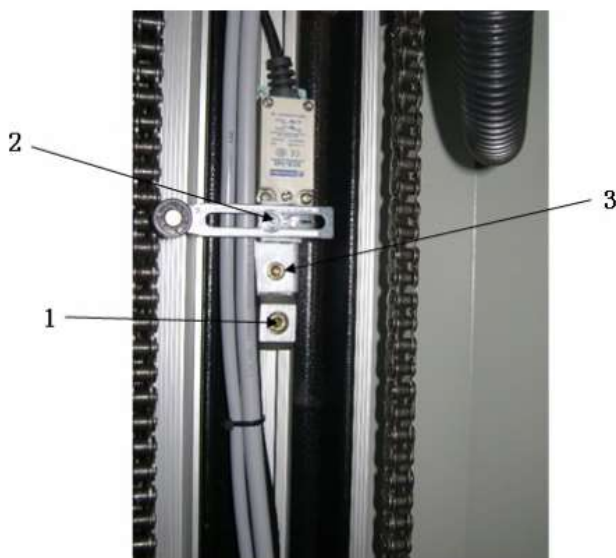

Рис. 2-23
- открутите винтовые гайки (рис. 2-23, Поз. 3);
- с помощью винта (Рис. 2-23, Поз. 2) можно отрегулировать левую и правую точку соприкосновения переключателя хода;
- винт (Рис. 2-23, Поз. 1) на ограничительном блоке используется для локализации при замене переключателя хода